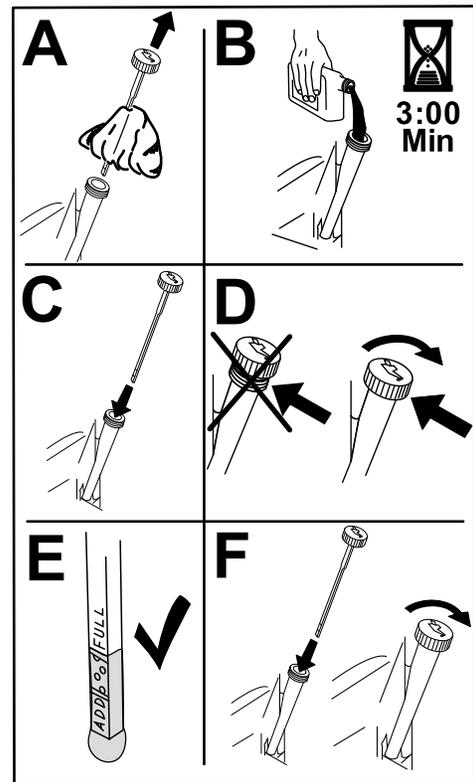

Figura 43
- Lentamente, deite cerca de 80% do óleo especificado no tubo de enchimento e lentamente adicione óleo para que atinja a marca **Cheio** (Figura 43).